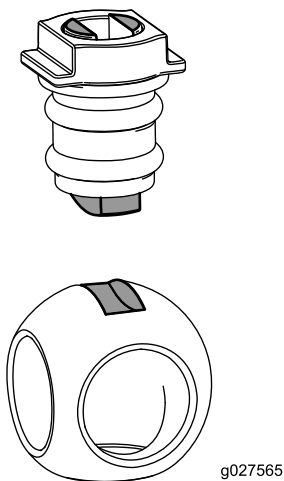

图 116
6. 将球插入阀体图 116。
**注意** 阀杆应能够插入球驱动槽内部。如果气门芯不能插入请调整球的位置(图 116)。